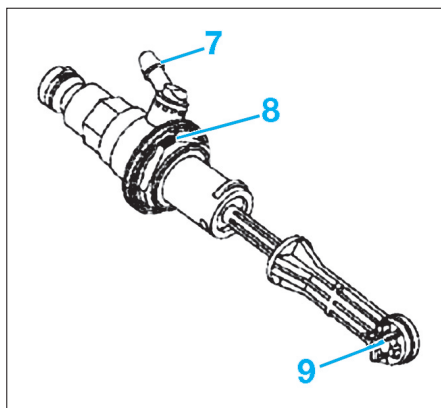

FIG. 5
- Lubrifier avec du liquide de frein les deux extrémités de la canalisation d'alimentation pour faciliter l'emmanchement sur le raccord du réservoir de liquide de frein et sur celui de l'émetteur (7) (Fig.5).